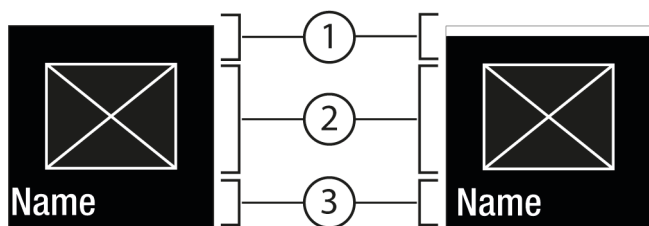
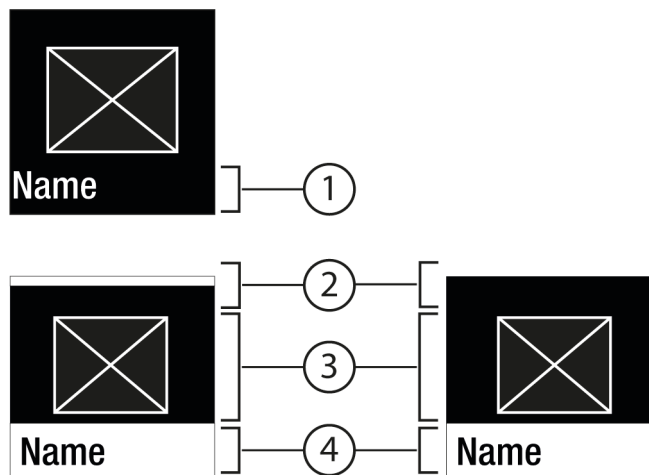

Fig. 6
Fig. 7
- Met bevestigen Fig. 5 (2) het submenu Fig. 7 (4) oproepen.
- Nieuwe waarde instellen: Met bevestigen Fig. 5 (2) een gedeactiveerde waarde Fig. 6 (1) selecteren.
- Terug naar het menu: Met bevestigen Fig. 5 (2) de al geactiveerde waarde Fig. 6 (2) selecteren.
▷ Status: geactiveerd *Fig. 6 (1)* wordt kort op het submenu *Fig. 7 (4)* weergegeven.